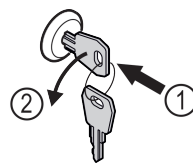

Fig. 162
- ▶ Introduceți cheia prin apăsare. Fig. 162 (1)
- ▶ Rotiți cheia cu 90° în sens invers acelor de ceasornic. Fig. 162 (2)